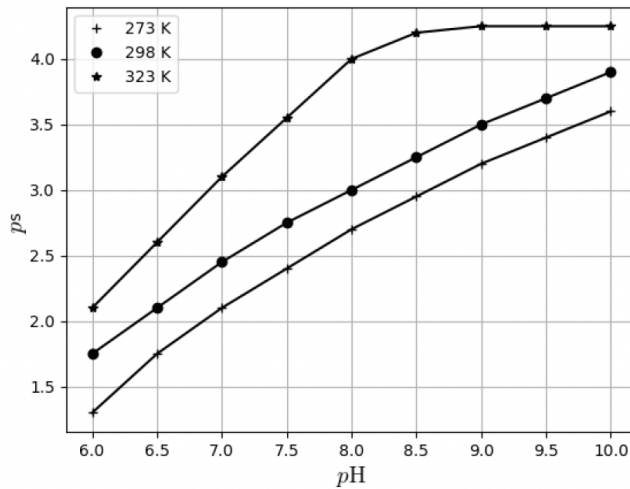

Figure 7 - Évolution du ps de CaCO_3 en fonction du pH pour différentes températures
- le graphe du cologarithme décimal de la solubilité ps du carbonate de calcium $\text{CaCO}_{3(s)}$ en fonction du pH pour différentes températures (**figure 7**) ;